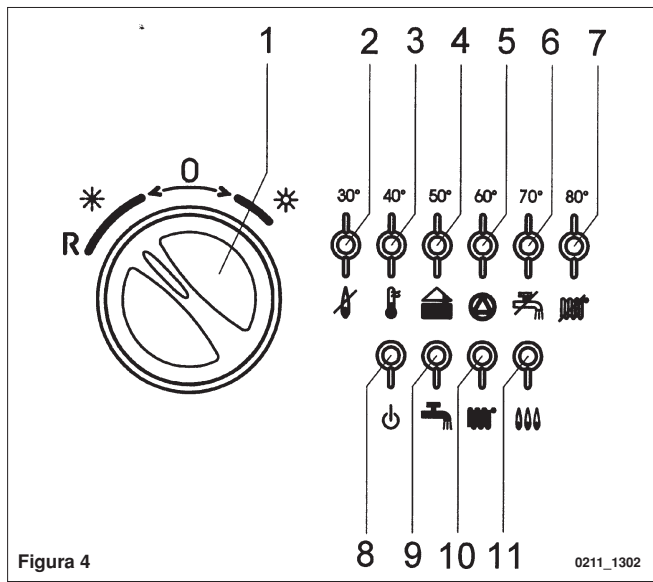

Figura 4
Advertencia: En fase de primer encendido, hasta que no se haya descargado el aire contenido en la tubería del gas, es posible que el quemador no se encienda, con consiguiente bloqueo de la caldera. En este caso se aconseja repetir las operaciones de encendido, hasta que el gas llegue al quemador, ubicando momentáneamente el botón (1) en (R) (véase también figura 4).
Advertência: aquando do primeiro acendimento, é possível que o queimador não se acenda devido à presença de ar no tubo do gás com o conseqüente bloqueio da caldeira. Neste caso, convém repetir as operações de acendimento, até que o gás chegue no queimador, posicionando momentaneamente o botão (1) em (R) (vide também figura 4).